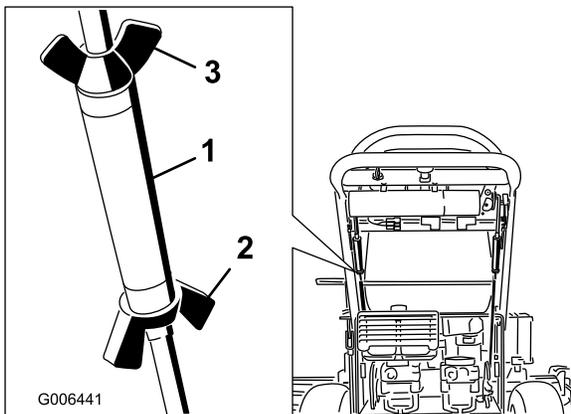

Bild 45
- Befestigen Sie die Spannschraube mit der Flügelmutter (Bild 45).